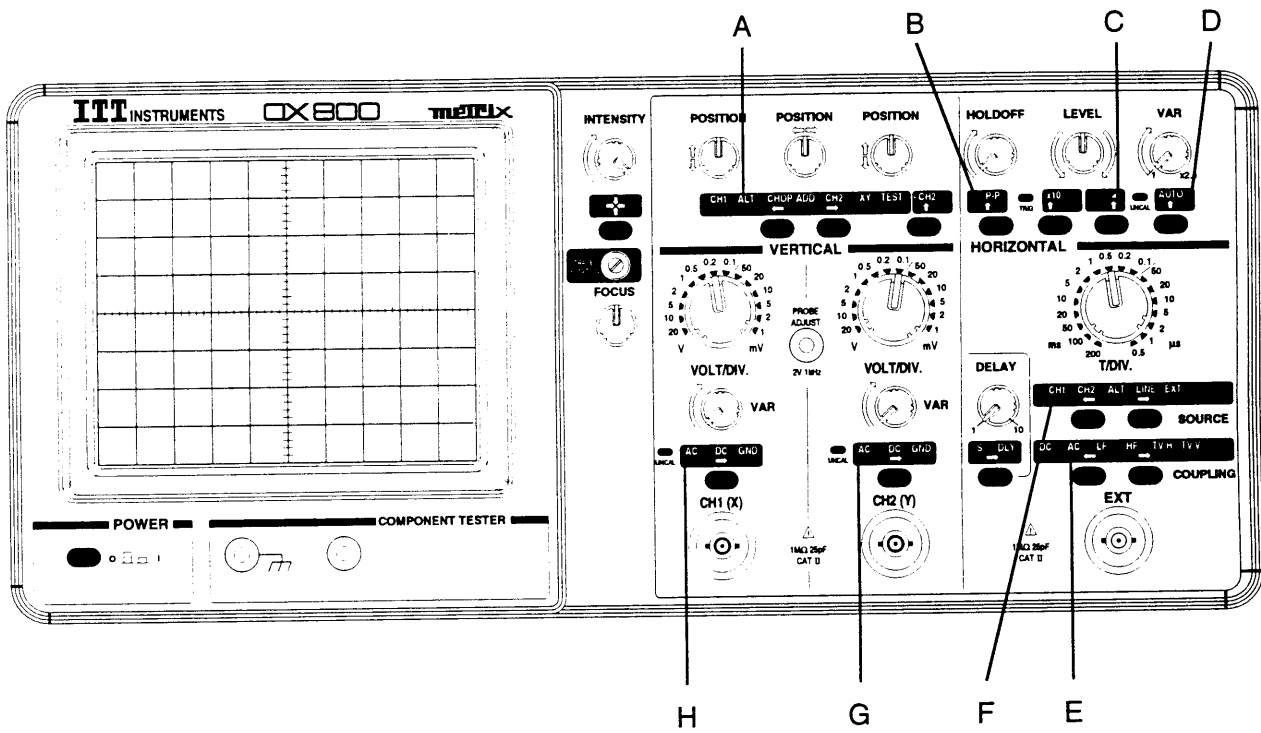

figure 2
- Enfoncer la touche POWER (37) : la dernière configuration mémorisée est restituée.
- Au moyen des touches fugitives, sélectionner les fonctions indiquées par la figure 2 (voyants A à H allumés).